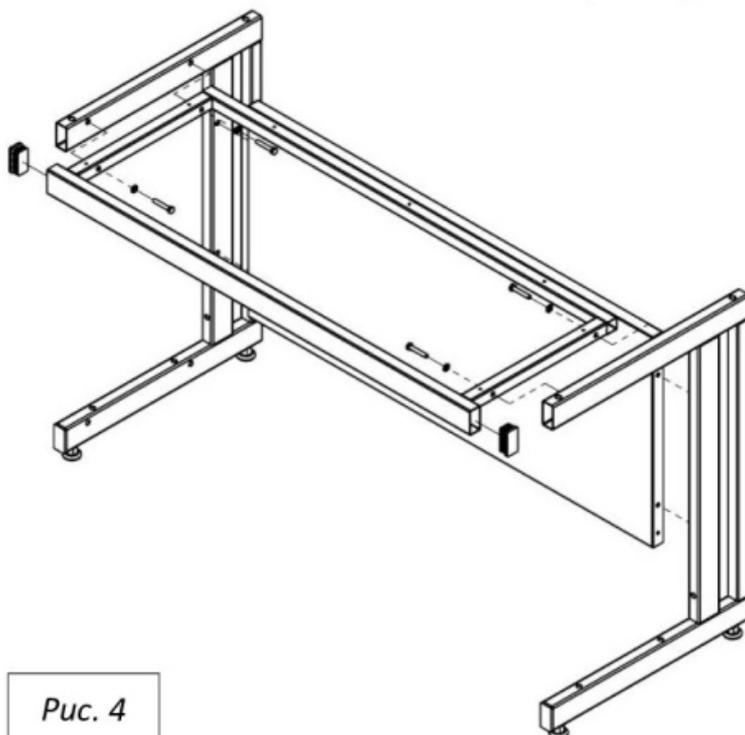

Рис. 4
4. Вставьте заглушки 60x30 в верхнюю раму каркаса (и в раму для высоких тумб, если их предполагается устанавливать) (Рис. 4)
5. Соедините боковины с верхней рамой и задней панелью каркаса, используя болты М8х45 (для рамы), болты М8х25 (для панели), шайбы 8 и предусмотренные в боковинах заклёпки-гайки М8 (Рис. 4)